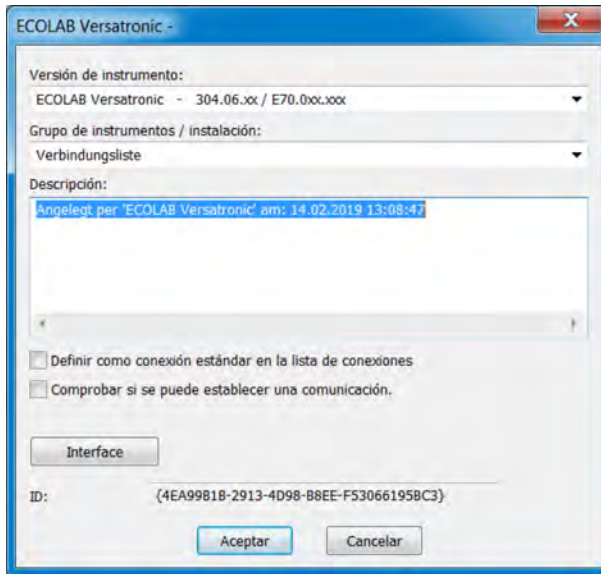

Fig. 114: Nuevo dispositivo
1. ► Efectúe los ajustes del nuevo dispositivo y haga clic en «Interfaz» (véase Fig. 114).